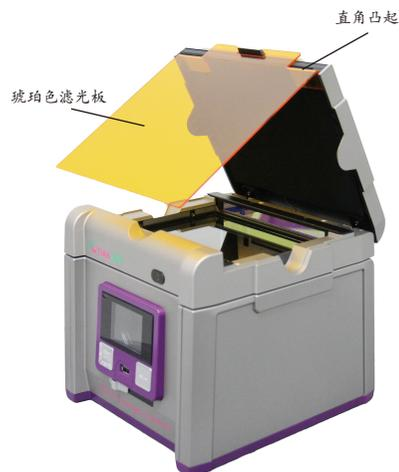

图2
3. 放置琥珀色滤光板，使悬挂孔位于前面(图2)。
4. 将琥珀色滤光板放到滤光板悬挂凸舌上，使滤光板的悬挂如(图2)所示。